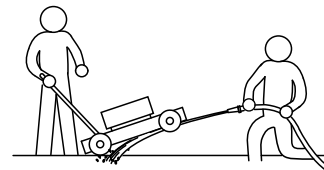

Bild 16
5. Halten Sie den Holm fest und kippen Sie die Maschine nach oben, so dass die Unterseite des Vertikutierwerks zugänglich ist (Bild 16).
6. Reinigen Sie das Vertikutierwerk mit einem Wasserstrahl (Bild 16).